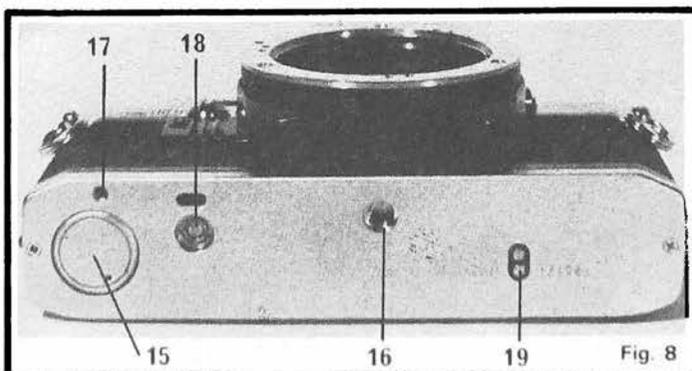

Fig. 8
Enfin, la photographie de la figure 8 montre la semelle du boîtier OM 10. On y trouve : (15) Le couvercle du logement des piles.
(16) L'emplacement pour l'écrou de pied, ou pour celui du moteur de réarmement.
(17) Un trou pour l'ergot de positionnement du moteur.
(18) Le couplage mécanique entre le moteur et le boîtier.
(19) Les plots de couplage électrique avec le moteur.